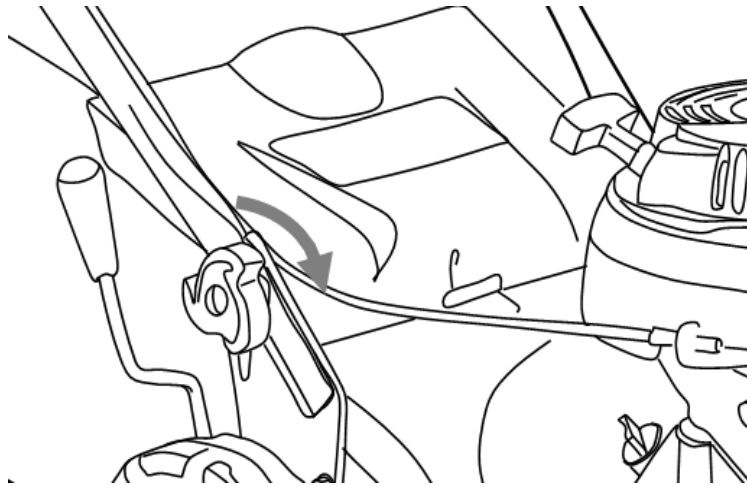

Abb. 1
- 1) Befestigen Sie den unteren Griff mit den Befestigungsschrauben und -muttern des unteren Bügels wie unten abgebildet am Gerät. Lösen Sie zunächst die Schrauben, setzen Sie dann den unteren Griff auf die Halterung und vergewissern Sie sich abschließend, dass die Schrauben ausreichend festgezogen sind. Denken Sie daran, dass die Schrauben gemäß Abb. 1 auf beiden Seiten mithilfe eines Schraubenschlüssels befestigt werden müssen.